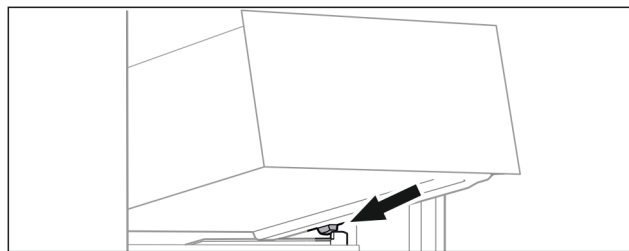

Fig. 67
- ▶ Sett skuffen på skrå bak stopperne på beholderribben. (se Fig. 67)